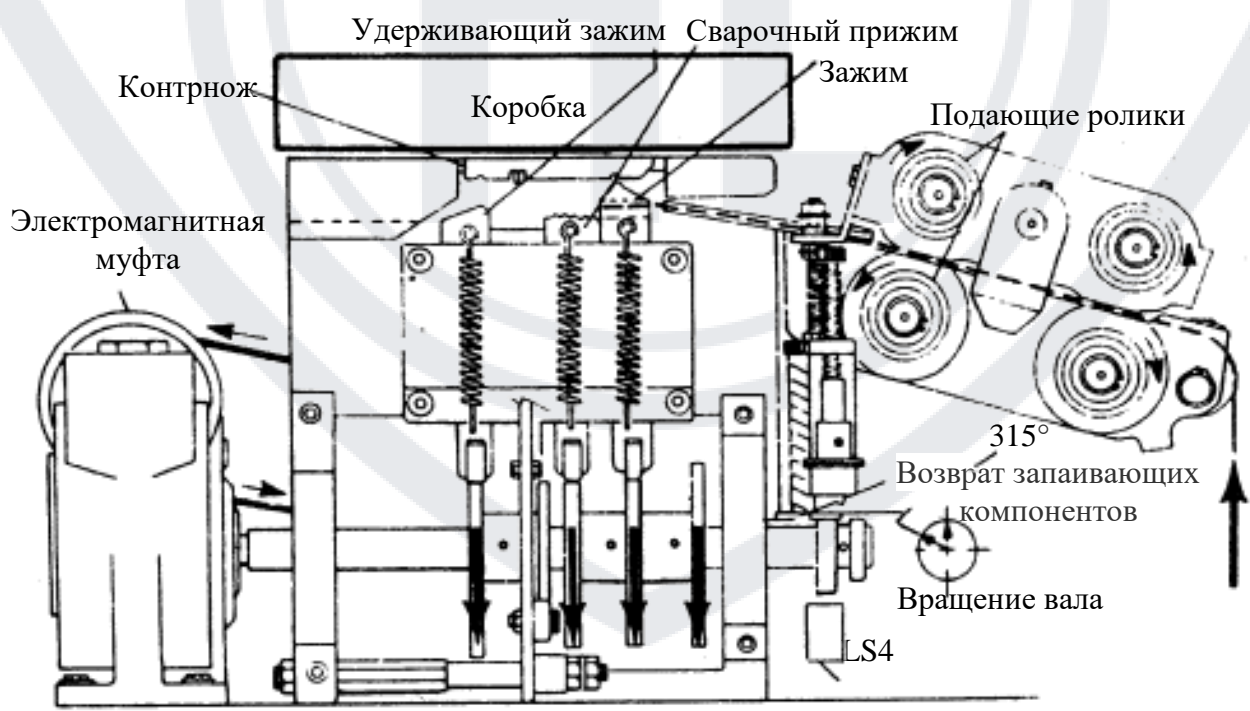

Рис. 20 Возвращение вала в исходное положение
3. Установите LS3, как показано на Рис. 20. После установки затяните крепежные винты.